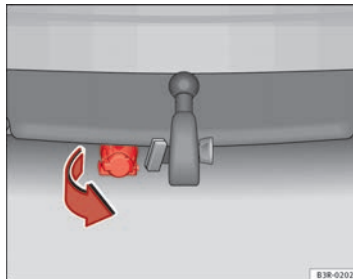

Abb. 161 Hinterer Stoßfänger: Anhängersteckdose nach unten schwenken
- Klappen Sie die Steckdose unter dem Stoßfänger nach unten, um die Kabel des Anhängers anzuschließen ⇒ Abb. 161.